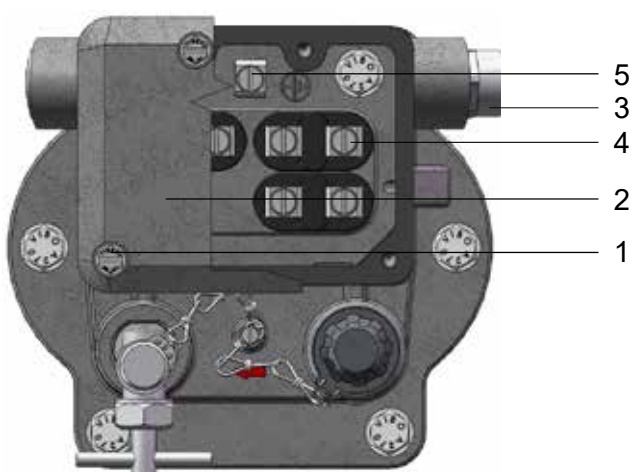

Bild 4 - Elektrischer Anschluss bei max. 8 Durchführungen
- 4 Schrauben M5 (Bild 4/ Nr. 1) lösen
- Kappe (Bild 4/ Nr. 2) abnehmen
- Leitung durch die Kabelverschraubung (Bild 4/ Nr. 3) einführen
- Leitung an Klemmenbolzen (Bild 4/ Nr. 4) anschließen (max. Anzugsmoment 3 Nm)
Schutzleiter (Isolation grün-gelb) an die Erdungsklemme (Bild 4/ Nr. 5) anschließen (maximales Anzugsmoment 3 Nm).